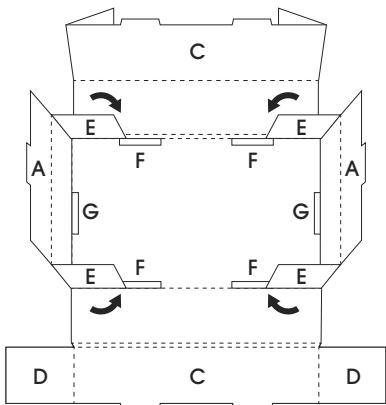

Figure 4
4. Pliez les quatre rabats latéraux (E) sur les fentes (F) sur le côté le plus court de la boîte. (Voir Figure 4)